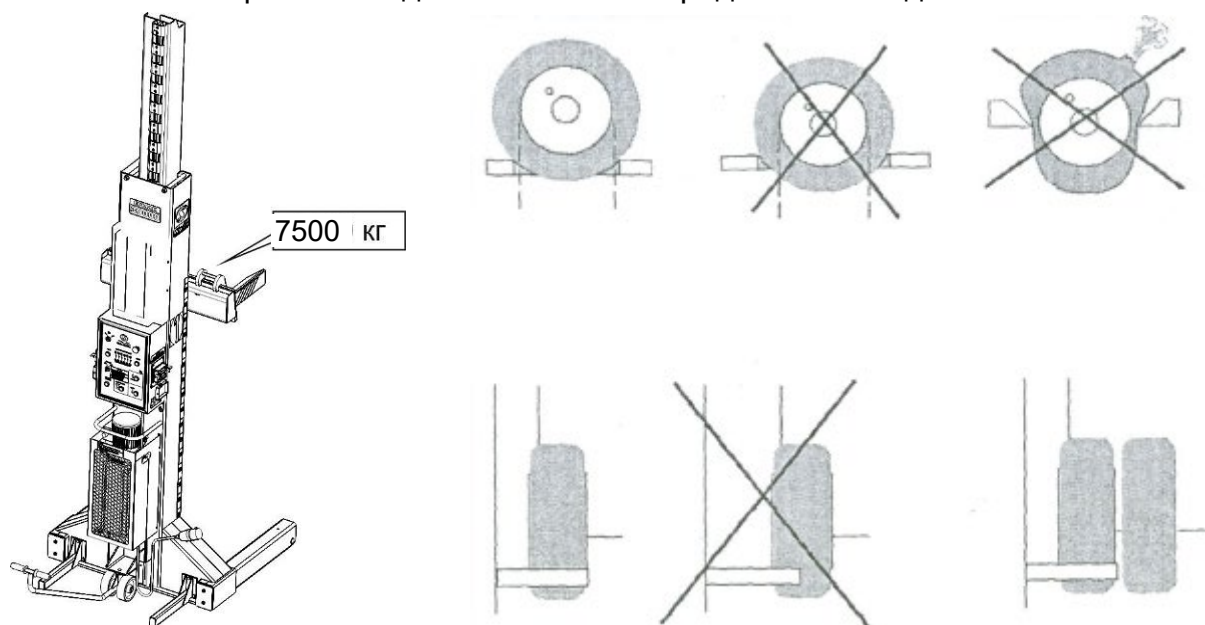

Рисунок 5.1 - Рекомендации безопасного захвата за колеса
5.5 Перед подъемом убедиться в правильности захвата автомобиля за колеса - рисунок 5.1.
7.4.1 Нажать и удерживать кнопку ВВЕРХ до момента, когда колеса автомобиля оторвутся от пола. Отпустить кнопку. Убедиться в правильном и устойчивом положении автомобиля (рисунок 5.1).